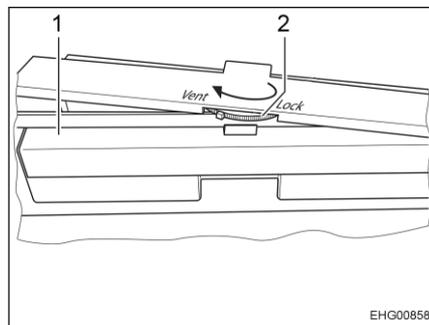

Fig. 60 Rueda de bloqueo en la puerta del frigorífico
- Girar el rueda de bloqueo (Fig. 60,2) hasta el tope, a la posición "Vent".
- Cerrar la puerta (Fig. 60,1) con precaución hasta que encaje. La puerta está bloqueada en una posición ligeramente abierta.